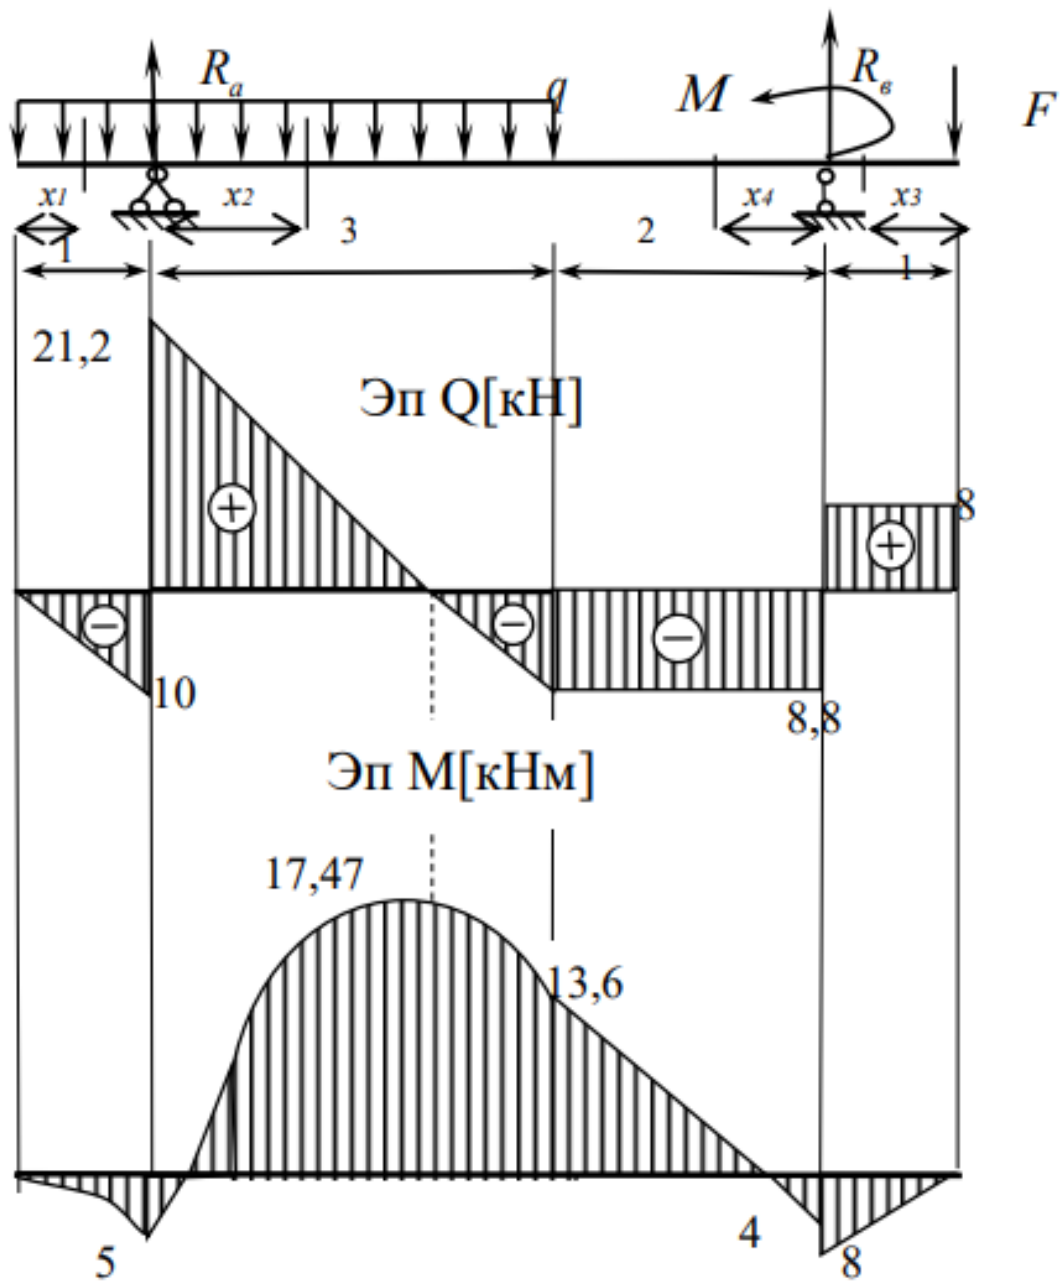

Рис. 5.2
**Пример 5.1.** Стальная балка (рис.5.2) нагружена сосредоточенной силой  $F = 8\text{кН}$ , распределенной нагрузкой  $q = 10\text{кН/м}$ , сосредоточенным моментом  $M = 4\text{кНм}$ . Допускаемое нормальное напряжение стали  $\sigma_{adm} = 160\text{МПа}$ , касательное  $\tau_{adm} = 100\text{МПа}$ .
- 1) Построим эпюры поперечных сил и изгибающих моментов (рис. 5.2.):